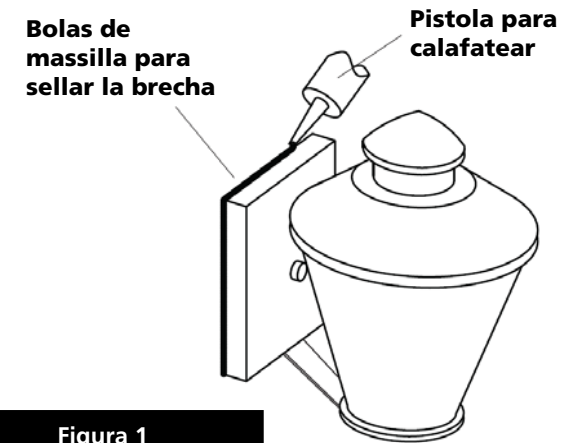

Figura 1
1. Preparar cinta de montaje (A), enroscando los dos tornillos de montaje 34.75 mm largo (B) en la parte posterior del soporte de ala de gaviota – **Véase la Figura 1**.
- Asegúrese de que los agujeros en los que se enroscan los tornillos coincidan con el espaciamento de los agujeros (D) en la placa trasera (E) – **Véase la Figura 1 & 2**.
1. Conecte el cable de alimentación positiva **(A)** (normalmente negro o la cara lisa, sin marcas del cable de dos conductores) de plomo accesorio positivo **(B)** con un giro de tamaño adecuado en el conector – **Véase la Figura 1 y 2**.
Para conectar a tierra en un sistema eléctrico de 3 hilos, fije el cable de tierra del artefacto **(E)** (generalmente de cobre o verde recubierto de plástico) a la brida de montaje accesorio **(M)** con el tornillo de tierra **(S)** – **Véase la Figura 1**.
Después de asegurar accesorio a la pared, se recomienda que la distancia entre la pared y la placa de fijación puede sellarse con cualquier buena masilla impermeable de calidad o sellador de silicona (No Incluido) - Véase La Figura 1.